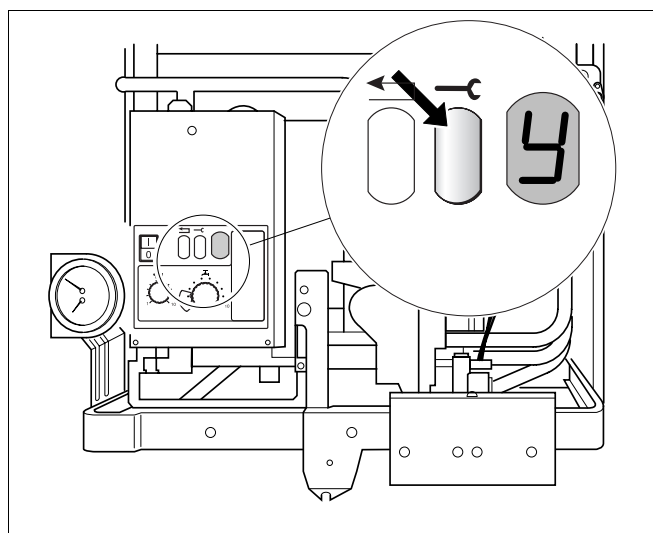

Fig. 29 Touche service
- Lorsque le brûleur se met en marche au bout de 30 sec environ, appuyer sur la touche service (fig. 29) jusqu'à ce que "Y" apparait sur l'afficheur.
- Appuyer sur la touche service (fig. 29) jusqu'à ce que "Y" apparaisse sur l'afficheur.